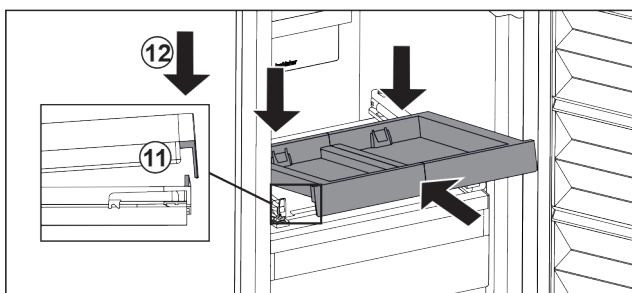

Fig. 195
- ▶ Shtyjeni pjerrtas brenda. Bëni kujdes që në të dyja anët ndaluesi të jetë prapa gjuhëzës kapëse. *Fig. 195 (11)*
- ▶ Uleni poshtë përpara raftin me tërheqje. *Fig. 195 (12)*